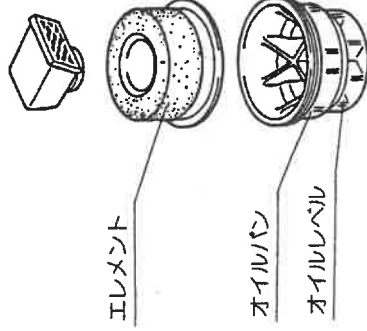

図37
② オイルが不足しているときは、オイルレベルまで補充してください。汚れがひどいときにはオイルパン・エレメント共、白灯油で洗浄しエレメントはエンジンオイルに浸し滴下しない程度に振り切ってください。(図37)
③ オイルパンはよく洗浄し、新しいエンジンオイル(SC級以上)をレベルまで入れてください。(図37)